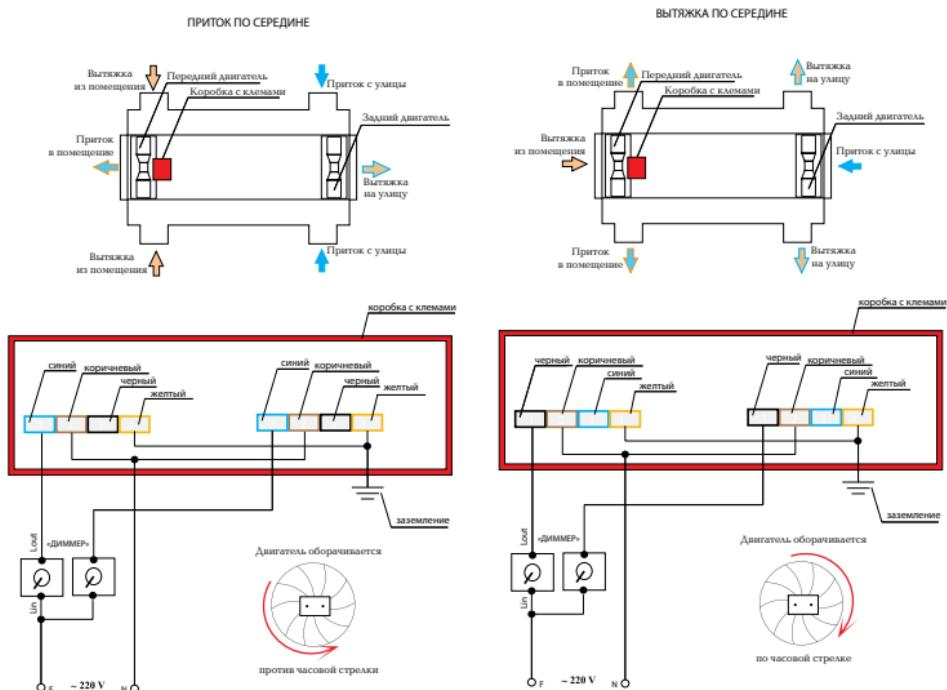

Рис. 2. Подключение рекуператора к сети электропитания
- Подключить контактные клеммы (рис. 2) к электрической сети при помощи кабеля питания с сечением не менее 0,75 мм². Диммер подключают к сети электропитания последовательно.